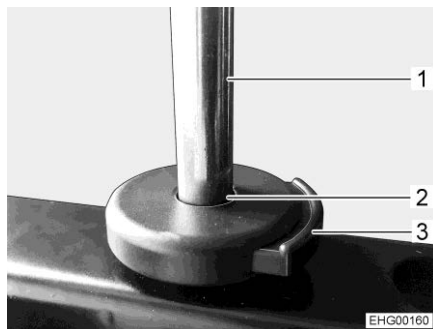

Fig. 16 Tasto di sblocco (poggiatesta)
- Premere il tasto di sblocco (Fig. 16,3).
- Infilare il supporto (Fig. 16,1) nella guida (Fig. 16,2).